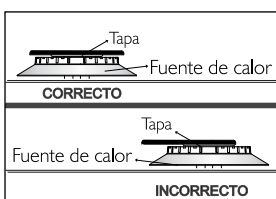

Figura 29
- Verifique antes de encender la fuente de calor que la tapa este correctamente ubicada y ajustada a ésta (Ver figura 29)